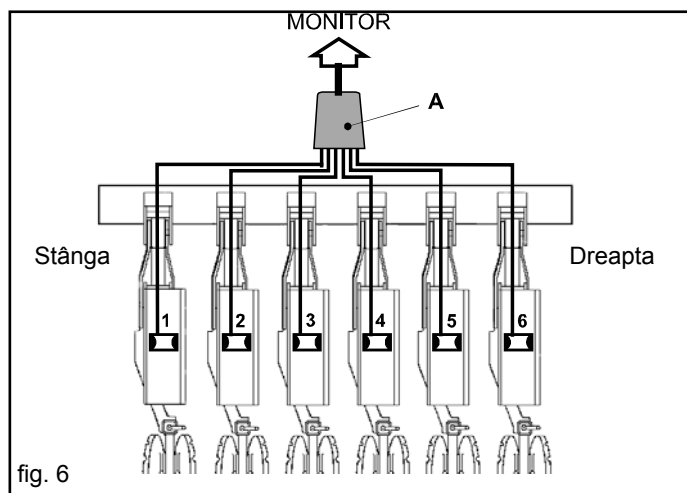

fig. 6
- poziționați dispozitivele de derivație (A Fig. 6) în centrul semănătorii, fixându-le cu inele de etanșare;
- Cuplați conectorul (A), al cablului principal, la monitor (B);
- Introduceți conectorul cablului (D) în conectorul senzorului de viteză (C);
- Introduceți conectorul (E) al fotocelulei montate pe primul element al semănătorii, în conectorul cablului "1";
- ***notă:*** *ca "prim" element al semănătorii se poate considera cel mai extern din stânga (Fig. 6).*
- Cuplați cablul de alimentare (F) al monitorului, la bateria de 12 Volt a tractorului; cuplați firul de culoare ROȘIE la polul pozitiv (+) și firul de culoare NEAGRĂ la polul negativ (-).